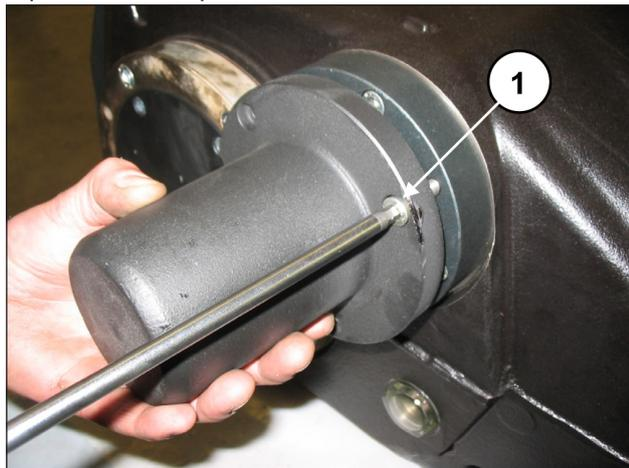

Fig. 104
Monter le couvercle sur l'extrémité de l'arbre et le fixer au carter à l'aide de 3 vis M8x20 (rep. ①, Fig. 104). Serrer les vis à l'aide d'une clé dynamométrique, en suivant les explications du chapitre 3.